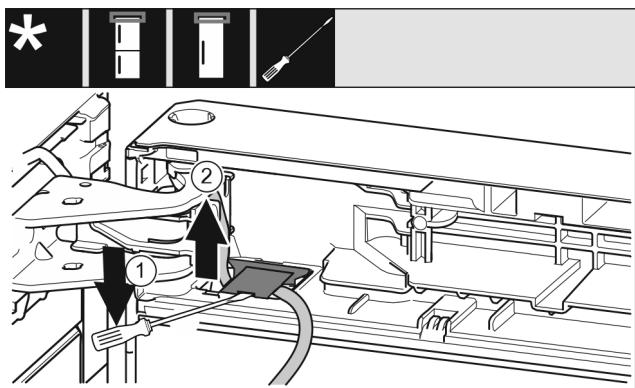

Fig. 21
- Με το ίσιο κατσαβίδι ανασηκώστε το κάλυμμα και τραβήξτε το έξω. Fig. 21 (1)
- Τραβήξτε έξω το καλώδιο. Fig. 21 (2)